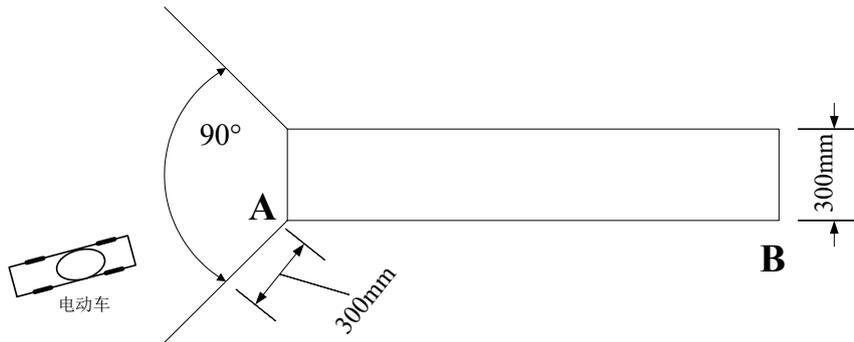

图3 自动驶上跷跷板示意图
- (1) 将电动车放置在地面距离跷跷板起始端 A 点 300mm 以外、90° 扇形区域内某一指定位置 (车头朝向跷跷板), 电动车能够自动驶上跷跷板, 如图 3 所示: